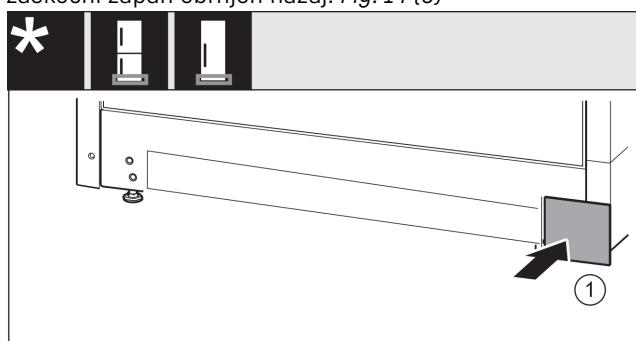

Fig. 15
- Oblogo ponovno namestite na drugi strani. Fig. 15 (1)